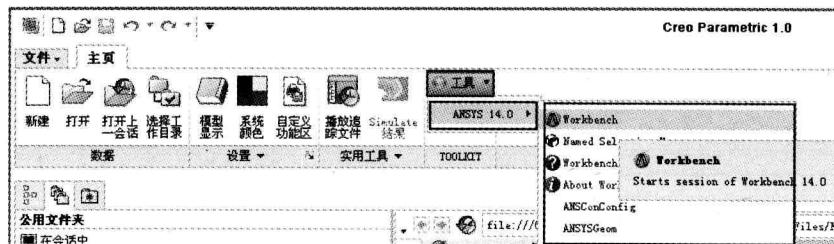

图 1-6 ANSYS14.0 集成到 Pro/E (Creo) 中
Step5：启动 Creo Parametric 软件，此时会在工具栏中出现一个“工具”按钮，依次单击会出现如图 1-6 所示的命令。